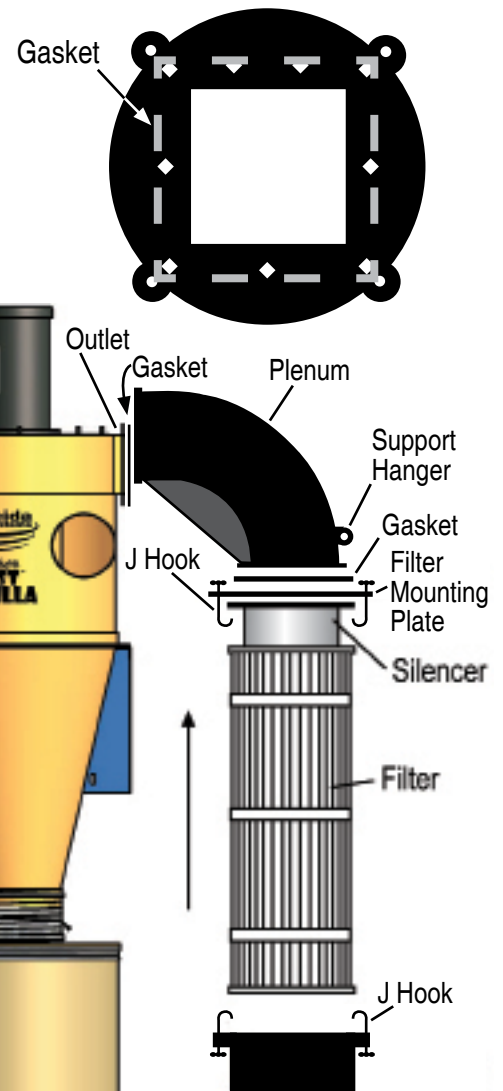

Figure 1
2. Hold bracket against wall with top of plate at 56" (35 gal.) or 68" (55 gal.) Mark where mounting holes fall. Mount wall bracket. For wall mounting, the bolt centers on the brackets are at 16" to accomodate most wall stud spacing. See Fig. 1 & 2. Use a level to ensure straightness. / Tenir le support contre le mur avec dessus de la plaque à 56 "(35 gal.) Ou 68" (55 gal.) Mark où les trous de montage à l'automne. Montez le support mural. Pour montage mural, les centres de boulons sur les supports sont à 16 "pour accueillir les plus espacement mur à ossature. Voir Fig. 1 & 2. Utilisez un niveau pour assurer la rectitude.
8. Attach the ring terminal on the green ground wire from the motor to a bolt on the filter plate, under the nut. Then attach the alligator clip to the filter cage as shown in Fig. 1. / Fixez la cosse sur le fil de terre vert du moteur à un boulon sur la plaque de filtre, sous l'écrou. Ensuite, fixez la pince crocodile à la cage du filtre comme indiqué sur la figure. Une.